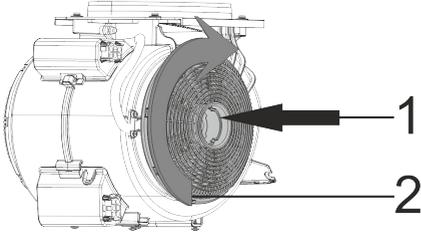

Fig. 7: FILTRE A CHARBON
- 1- Placer le filtre dans son emplacement (Fig. 7).
- 2- Tourner le filtre dans le sens des aiguilles d'une montre (Fig. 7).